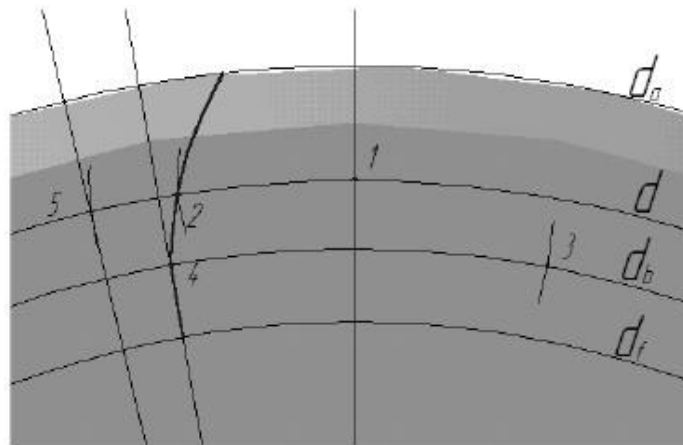

Рис. 4
20. Побудуйте дугу (стиль лінії - **вспомогательная**) з центром у точці 1 і радіусом рівним $0,75 \cdot \pi \cdot m$ (у полі **Радиус** самостійно введіть необхідний вираз) так, щоб вона перетнула ділильне коло. Позначте цю точку перетину (точка 5, див. рис. 4).
21. Проведіть допоміжну пряму через точку 5 та початок координат (див. рис. 4).